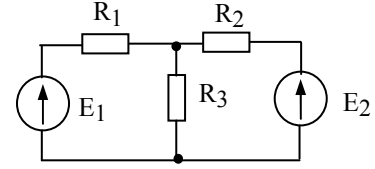

Рис. 1.4.15
1.4.15. В схеме (рисунок 1.4.15) определить методом узлового напряжения токи во всех ветвях, если:  $R_1=2$  Ом,  $R_2=5$  Ом,  $R_3=10$  Ом,  $E_1=66$  В,  $E_2=35$  В. Составить баланс мощностей.